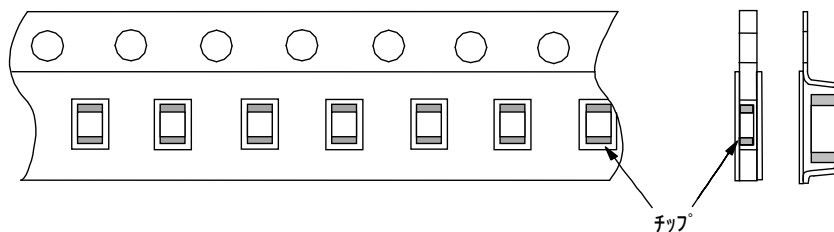

図 2 リール寸法
- 1.11 リールは、樹脂製を使用し外観及び寸法は図2のとおりとします。